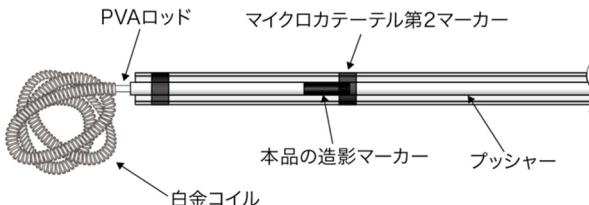

図 7. 造影マーカーの位置合わせ状態概略図
① X線透視下で、マイクロカテーテルの先端が適切な位置にあることを確認しながら、ゆっくりと白金コイルを押し出す。
② 図 7 の通りマイクロカテーテルの第2マーカー（手元側）に本品の造影マーカー後端が重なった位置で挿入を止める。その際に離脱装置の赤ランプが緑ランプに変わり、ブザー音が止まることを確認する。